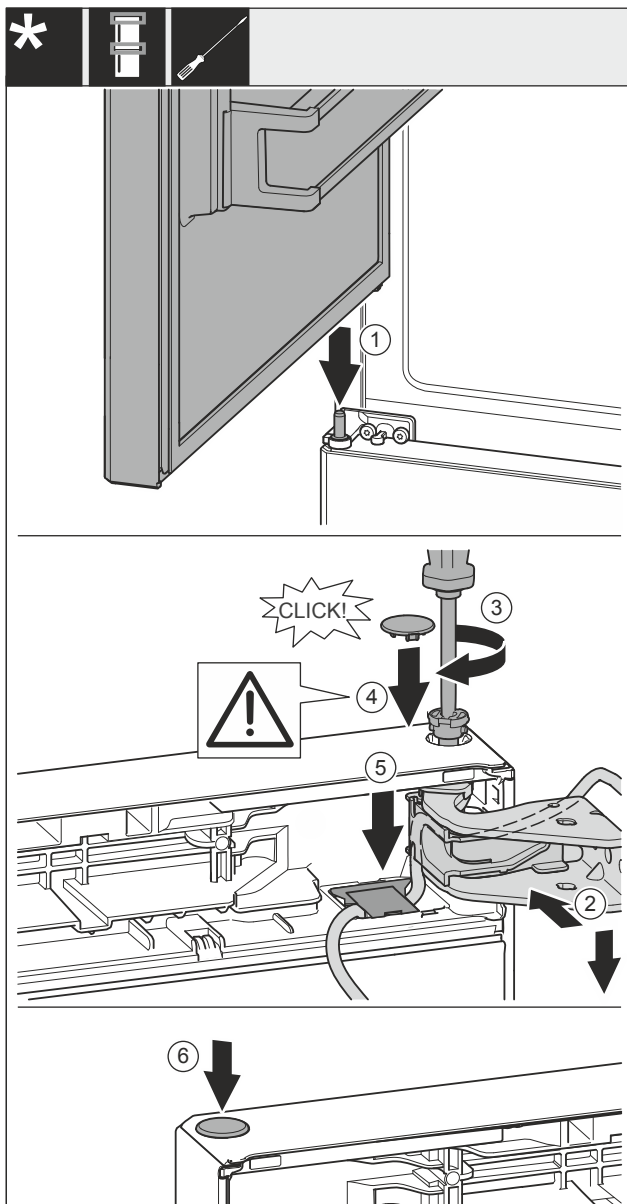

Fig. 36
- Obere Tür auf mittleren Lagerbolzen Fig. 36 (1) setzen.
- Tür oben zur Öffnung im Lagerbock Fig. 36 (2) ausrichten.
- Bolzen Fig. 36 (3) einsetzen und mit Schraubendreher festschrauben.
- Abdeckung Fig. 36 (4) einsetzen.
- Kontrollieren, dass die Abdeckung Fig. 36 (4) auf der Tür aufliegt.
- Abdeckung Fig. 36 (5) einsetzen und nach unten drücken bis sie einrastet.
- Abdeckung Fig. 36 (6) einsetzen.